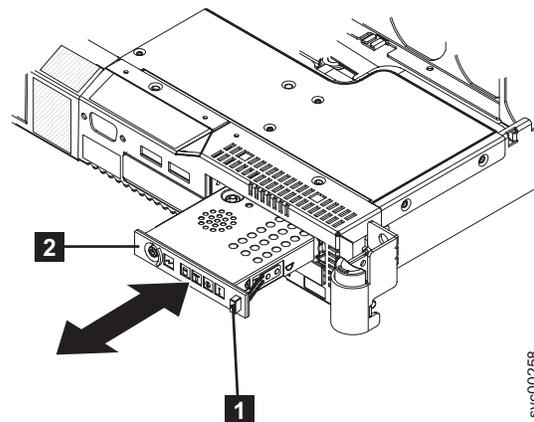

図 220. SAN ボリューム・コントローラー 2145-8G4 オペレーター情報パネル
2. 図 220 に示すように、オペレーター情報パネルをスライドさせてケージに入れ、カチッと音をたてて所定の位置 (「In」位置) にロックされるまで押し込みます。この作業を行う際に、背面で静かにケーブルを引っ張って通します。